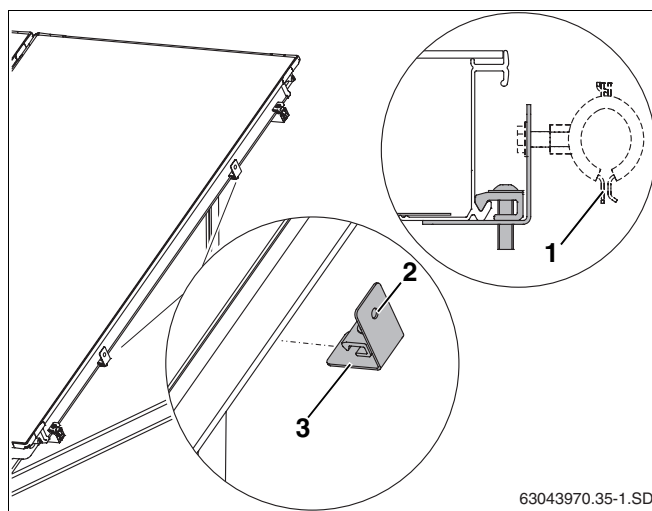

Fig. 56 Fixar o suporte na moldura do colector
Recomendamos utilizar braçadeiras de tubo obtidas no mercado (fig. 56, **item 1**) para fixar o tubo colector na rosca M8 do suporte (fig. 56, **item 2**).
- ▶ Encaixar o suporte (fig. 56, **item 3**) na moldura do colector e apertar o parafuso com a chave SW5.